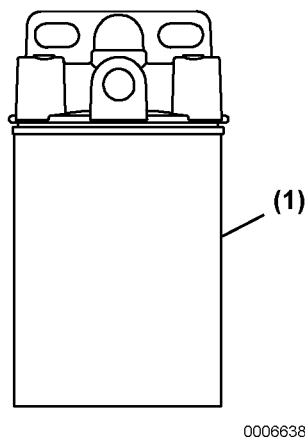

Abbildung 5
3. Filterpatrone abschrauben und entfernen (**Abbildung 5, (1)**).